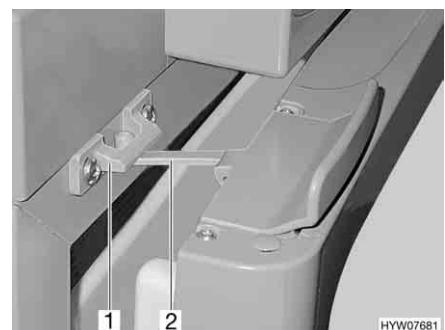

Fig. 126 Porta del frigorifero in posizione di ricircolo d'aria (Thetford)
- Aprire il bloccaggio (Fig. 126,2) e innestarla nella sede di bloccaggio (Fig. 126,1). In questo modo la porta del frigorifero rimane ferma in posizione socchiusa.